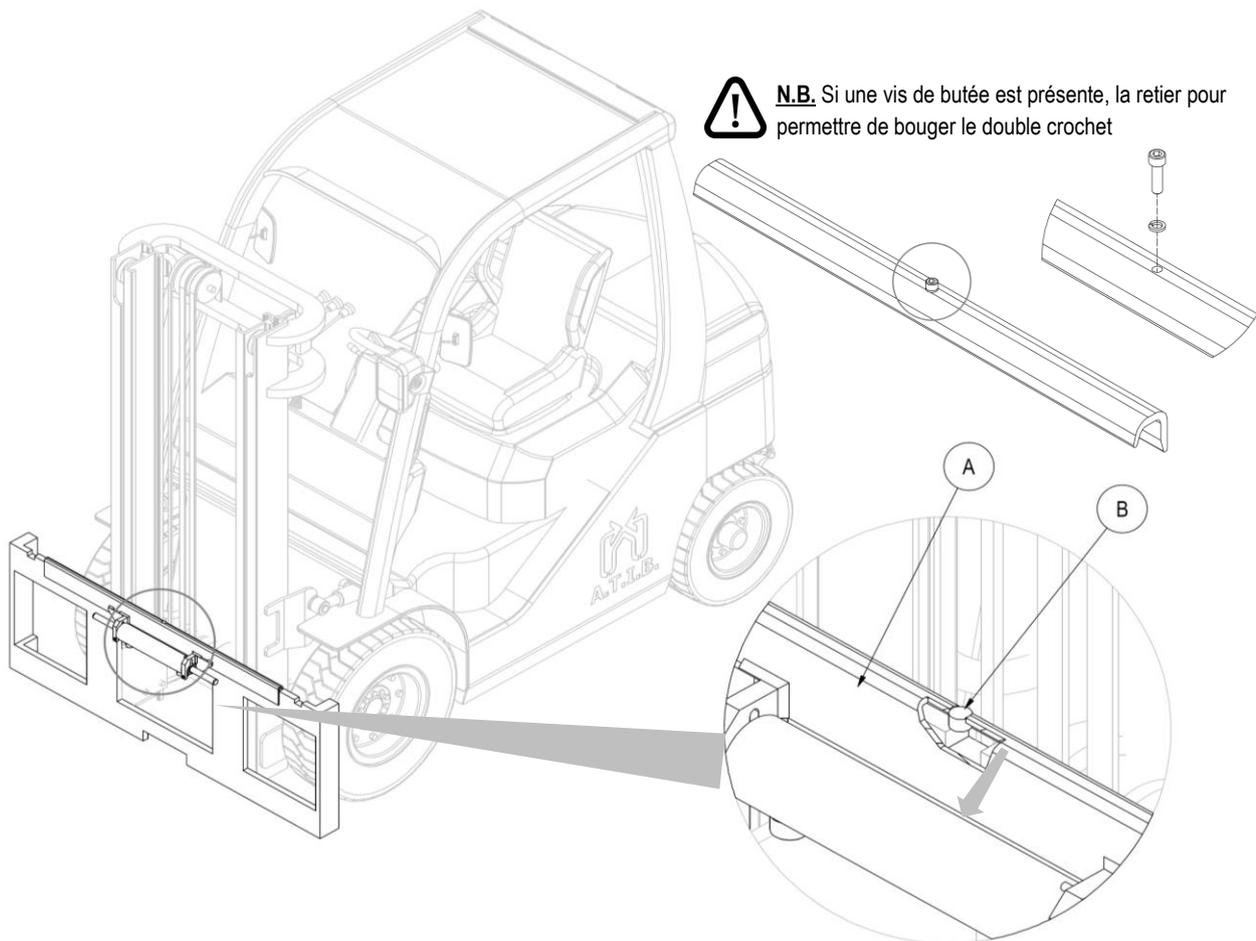

Figure 6
4. Saisir manuellement le crochet double **A** (avec le vérin correspondant) et le positionner sur le profil supérieur du tablier porte-fourches, en prenant soin d'insérer la goupille de centrage **B** dans l'encoche centrale de celle-ci (voir Figure 6).